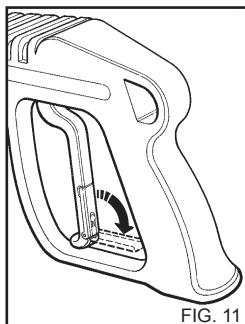

FIG. 11
1) Après l'emploi avec du détergent, rincer le circuit d'aspiration ; enfiler le tuyau d'aspiration (fig. 11) du détergent dans un bidon d'eau propre et faire fonctionner la pompe pendant 1 minute avec le robinet de dosage complètement ouvert et la lance en phase de sortie du détergent.
⚠ Quand le nettoyeur haute pression n'est pas utilisé, fermer le dispositif de sécurité de la poignée (fig. 11).